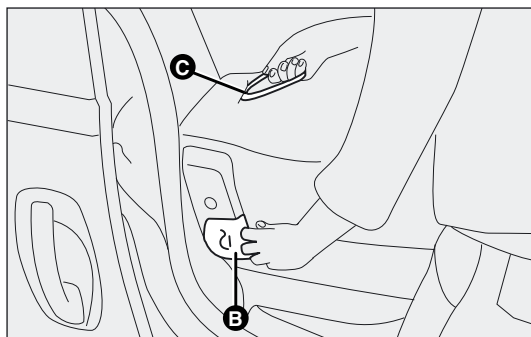
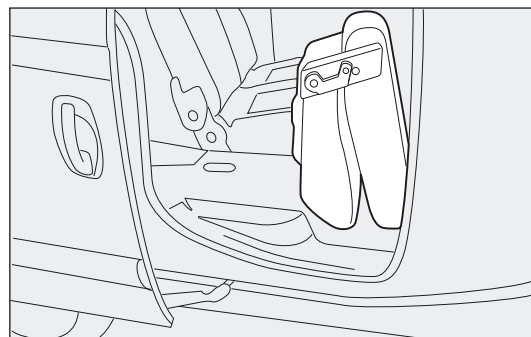

fig. 89b
fig. 89c
- ☐ om de capaciteit van de laadruimte verder te vergroten moet u de hendel B-fig.89b op de zijkant van de zitting omhoogtrekken, aan de lus C-fig. 89b op de achterzijde van de rugleuning trekken en de zitting en rugleuning fig. 89c naar voren klappen.